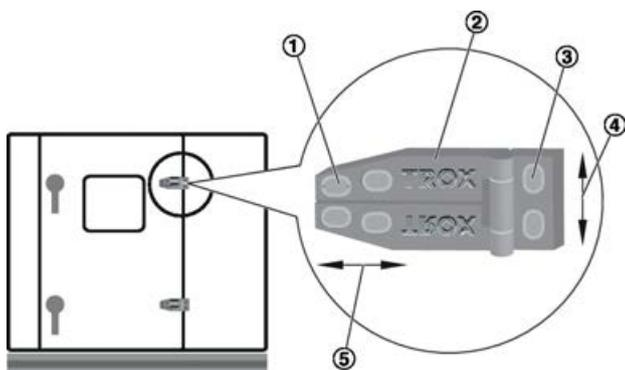

Abb. 42: Tür justieren
1. ▶ Die Abdeckkappen (Abb. 42 /1) der Scharniere (Abb. 42 /2) entfernen.
2. ▶ Die Schrauben aller Scharnierbügel (Abb. 42 /2) einer Tür lösen.
3. ▶ Das Türblatt horizontal justieren (Abb. 42 /5).
4. ▶ Die Schrauben der Scharnierbügel (Abb. 42 /2) festziehen.
5. ▶ Die Schrauben aller Scharnierböcke (Abb. 42 /3) einer Tür lösen.
6. ▶ Das Türblatt vertikal justieren (Abb. 42 /4).
7. ▶ Die Schrauben der Scharnierböcke (Abb. 42 /3) festziehen.